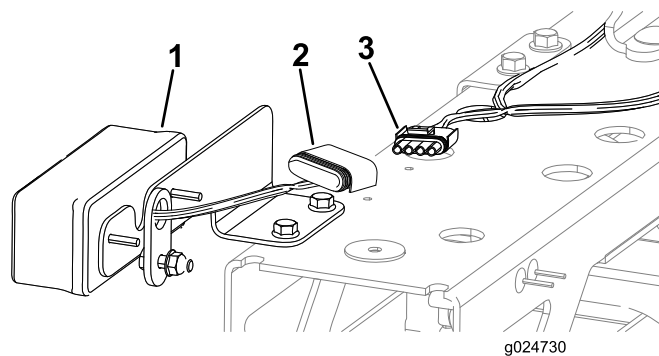

Figura 39
6. Conecte el conector hembra de 4 vías del arnés de cables en el conector de 4 pines del cable de la luz trasera (Figura 39).